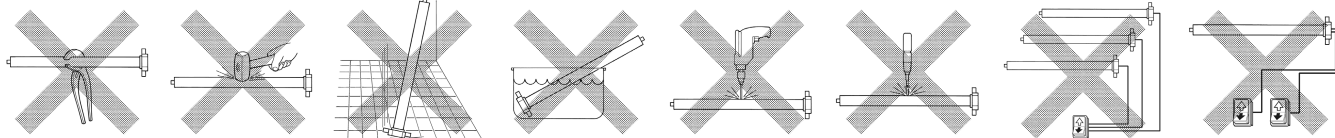

Fig. 1
- Non sottoporre il motore tubolare a schiacciamenti, urti, cadute o contatto con liquidi di qualunque natura; non forare né applicare viti per tutta la lunghezza del tubolare; non usare più invertitori di comando per lo stesso motore e neppure comandare più motori con lo stesso invertitore (fig. 1); non tenere il motore vicino a forti fonti di calore né esporlo a fiamme; tutte queste azioni possono danneggiarlo ed essere causa di malfunzionamenti o situazioni di pericolo. Qualora accada, sospendere immediatamente l'uso e rivolgersi al servizio assistenza MHOUSE.
- Ne pas soumettre le moteur tubulaire à des écrasements, chocs, chutes ou contact avec des liquides de n’importe quelle nature; ne pas percer ni appliquer de vis sur toute la longueur du moteur tubulaire; ne pas utiliser plusieurs inverseurs de commande pour le même moteur et ne pas commander non plus plusieurs moteurs avec le même inverseur (fig. 1); ne pas conserver le moteur à proximité de sources de chaleur ni l’exposer à des flammes; si cela se produit, suspendre immédiatement l’utilisation et s’adresser au service après-vente MHOUSE.